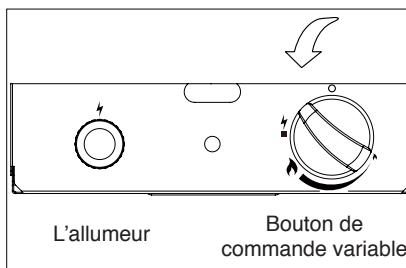

Figure 1
1. Tourner le bouton de contrôle à la position "ARRÊT" (O).
3. Pousser le bouton de contrôle et tourner dans le sens contraire des aiguilles d'une horloge dans la position "PILOTE" (). (Figure 1).